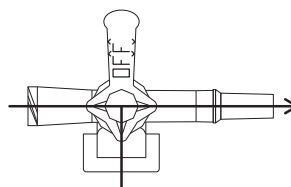

図6
- (6) 血液吸引後は、コックの向きを図6の状態にします。
- (11) 輸液を再開する場合は、コックの向きを図6の状態にします。
- (12) 消毒用アルコール綿等でサンプリングサイトおよびキャップ部に付着した血液等を拭き取ります。
- 図6：本ラインおよびサンプリングサイトラインからの流路（三方向に通じた状態）
**** 注意：**プラネクタのプライミングの際は、サンプリングサイトを下側（図6）にして行ってください。[サンプリングサイト内の空気が完全に抜けない可能性があるため。]